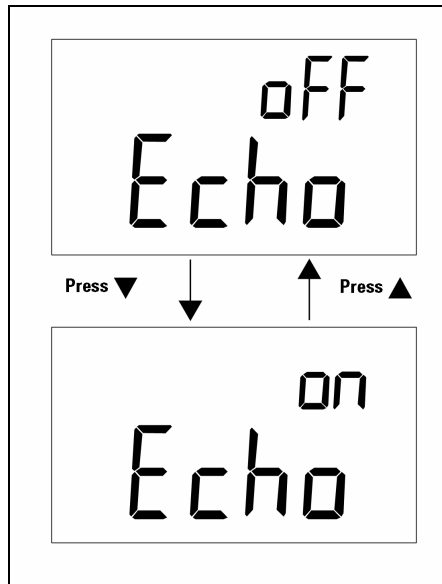

Figure 3-4 Configuration du mode d'écho
Lorsque le mode d'écho est activé (ON), l'appareil renvoie l'écho de tous les caractères qu'il reçoit. Pour activer le mode d'écho, reportez-vous à la figure 3-4.